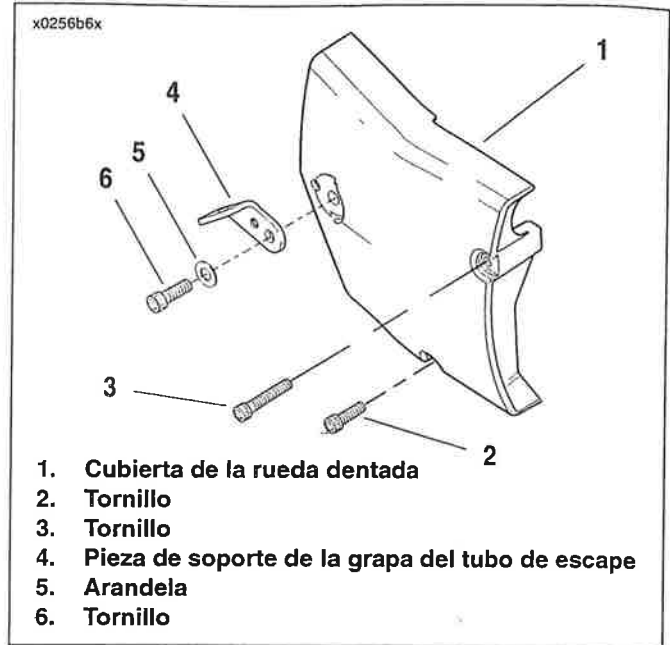

Figura 6-71. Cubierta de la rueda dentada
3. Vea la Figura 6-71. Remueva el tornillo (6), arandela (5) y la pieza de soporte de la grapa del tubo de escape (4). Quite dos tornillos (2, 3) y extraiga la cubierta de la rueda dentada (1).
3. Apriete los tornillos con cabeza de casquillo (5) a **10,2-12,4 N·m (90-110 lb-pulg.)**.
4. Instale el tornillo y arandela (6) para asegurar la pieza de soporte de interconexión del escape al cárter del motor. Apriete a **40,7-44,8 N·m (30-33 lb-pie)**.
7. Vea la Figura 6-71. Instale la cubierta de la rueda dentada (1). Asegúrela con dos tornillos (2, 3). Tome nota de que el tornillo largo queda en el agujero superior, el tornillo corto en el agujero inferior. No apriete los tornillos en este momento.
8. Instale la pieza de soporte de la grapa del tubo de escape (4), arandela (5) y tornillo (6). Apriete a **40,7-44,8 N·m (30-33 lb-pie)**. Apriete ahora los tornillos (2, 3) a **9,0-13,6 N·m (80-120 lb-pulg.)**.